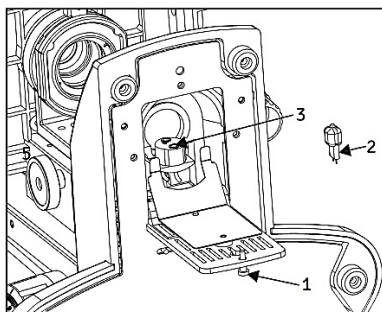

Fig. 11
1. Jalar el perno de bloqueo (1) de la parte inferior para abrir la puerta del alojamiento de la lámpara (fig.11).
2. Sostener el foco de halógeno (2) sin sacarlo de la bolsa de polietileno para no mancharlo con huellas dactilares y empujarlo hacia los huecos de la clavija del socket (3). Después de colocar, retirar la bolsa de polietileno.